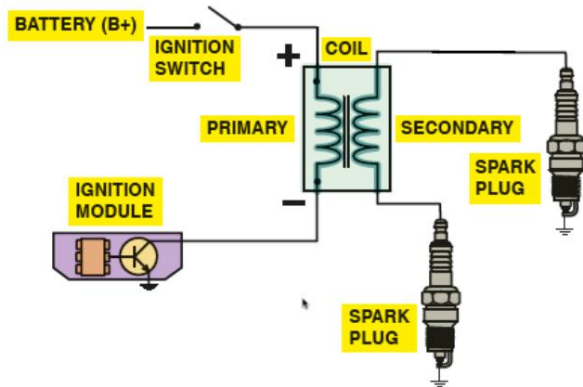

Figura 1. Sistema de chispa residual.
- Sistema de chispa residual. Este tipo de sistema utiliza una bobina de encendido para encender las bujías durante dos... cilindros al mismo tiempo. Figura 1.